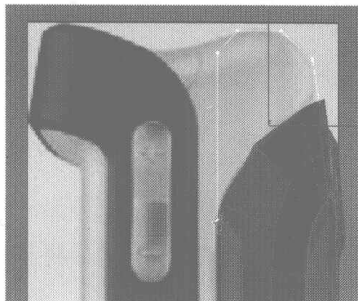

图 4.198
- 24** 在 Create 控制面板中单击  按钮, 在打开的 Object Type 卷展栏中单击 **Line** 按钮, 在 Left 视图中绘制如图 4.198 所示的二维曲线。